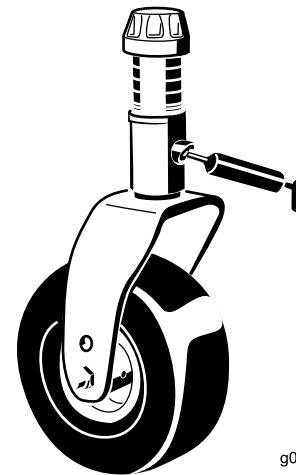

Bild 65
- Laufradgabel-Büchsen (1) (Bild 65)
- Spannarm-Gelenkbüchsen (1) (am Spannarm)